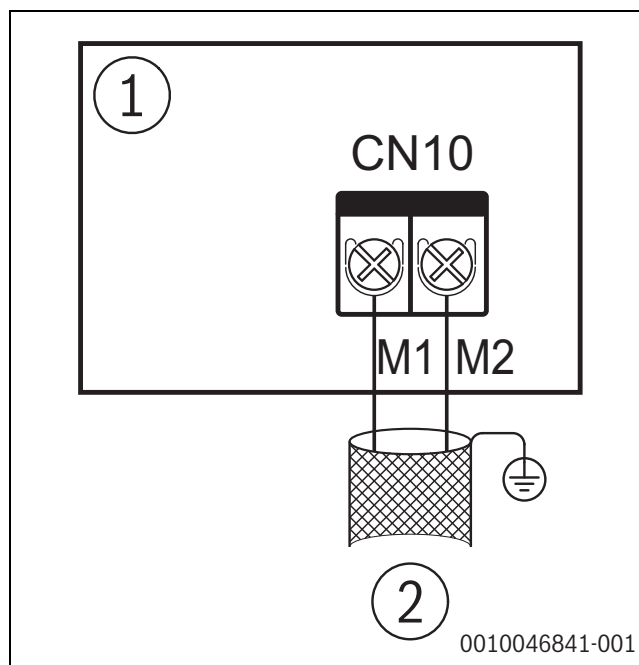

Рис. 48
- ▶ Соедините экранирующий слой с металлической пластиной электрического блока управления, как показано на рис. 48.
- Соедините экранирующий слой с металлической пластиной электрического блока управления, как показано на рис. 48.
Общая длина линии связи Super Link внутреннего и наружного блоков может достигать 2000 м. Поддерживается подключение с использованием любой топологии. На рис. 48 представлен пример метода соединения.